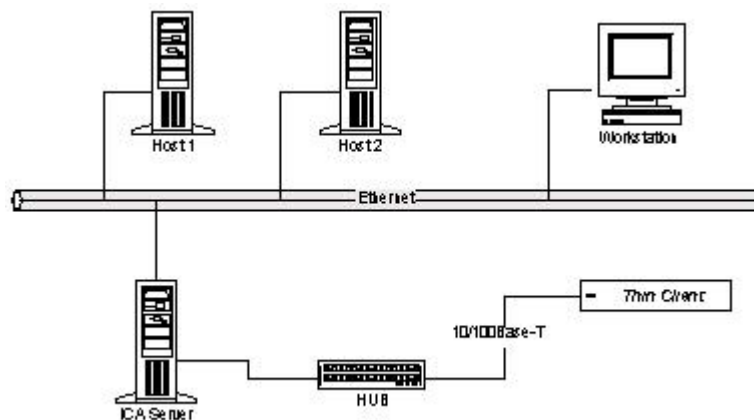

Abbildung 3: LAN-Anschluss durch TCP/IP
- 2. Schließen Sie das andere Ende an einen LAN-Hub an, wie auf Abbildung 3 gezeigt.